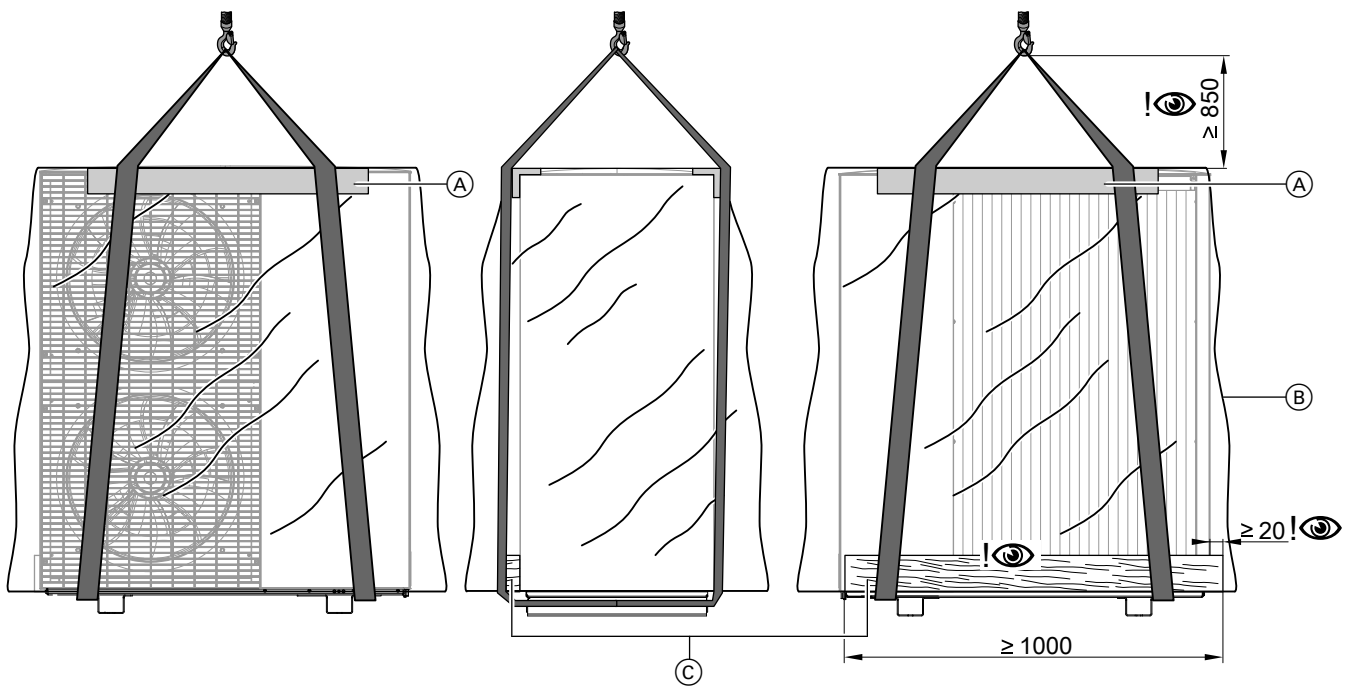

Abb. 8 Transport mit Kran am Beispiel der Außeneinheit mit 2 Ventilatoren
3. Kantenschutzwinkel der Verpackung an der vorderen und hinteren Oberkante der Außeneinheit anlegen. Gurtbänder fachgerecht um die Außeneinheit legen: Siehe Abb. 8.